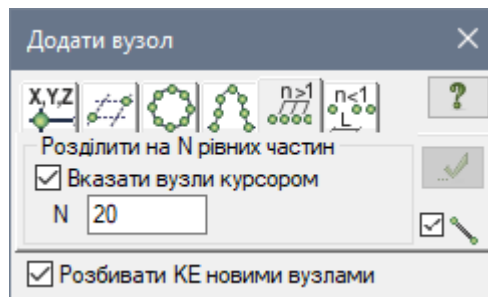

Рис. 8.5. Діалогове вікно **Додати вузол**
- В полі введення введіть значення **N = 20** (рис. 8.5).